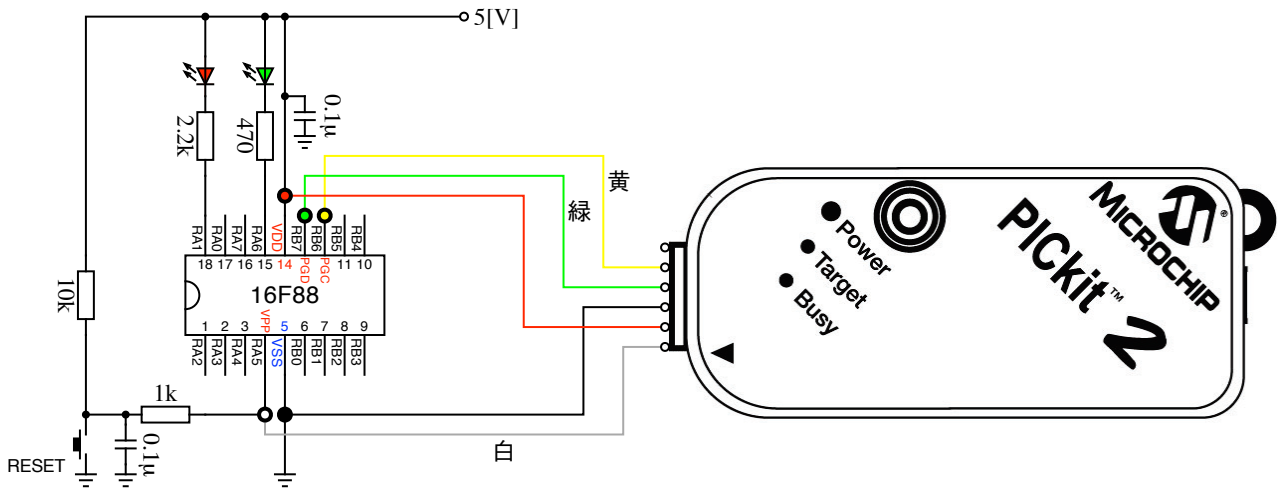

図1.9 回路図及びPICkit2の接続要領
1. 図1.9のようにマイコン回路とPICkit2を接続し、PICkit2とPCをUSBケーブルで接続する。